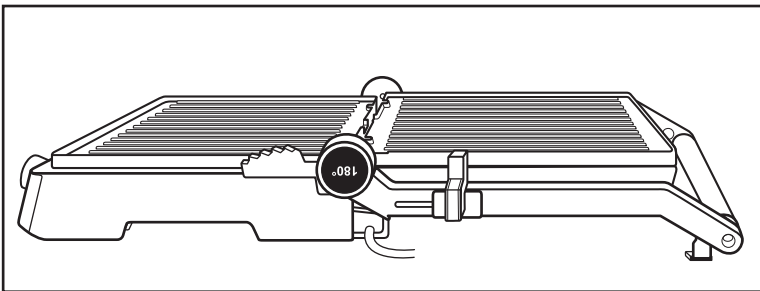

Abb. 2
- 3) Die Heizplatten **10** liegen nun nebeneinander und können als Tischgrill genutzt werden (Abb. 2).